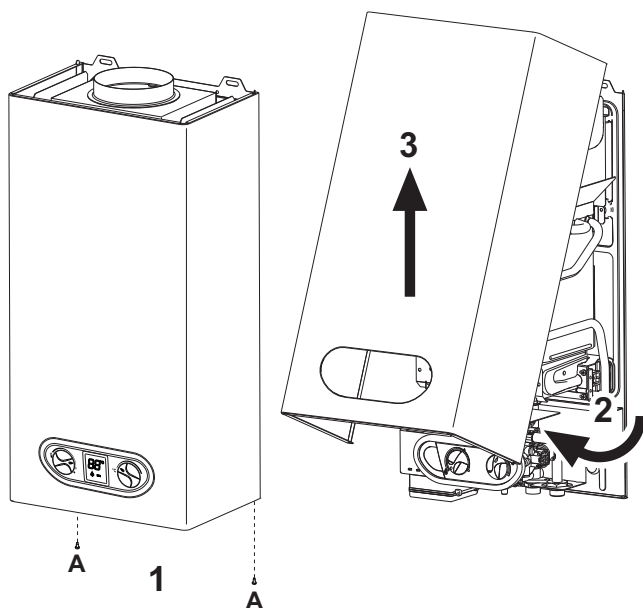

fig. 11 - Apertura mantello
1. Svitare le due viti A (vedi fig. 11).